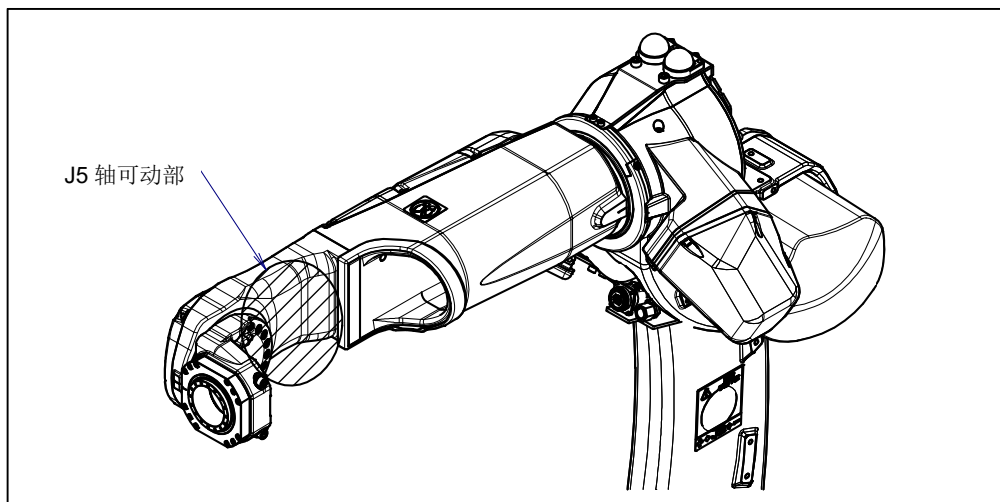

图 3.6 (e) 夹住得注意地方
- 请勿在下述的部位放置手的状态下动作机器人。（参阅图 3.6 (c)）